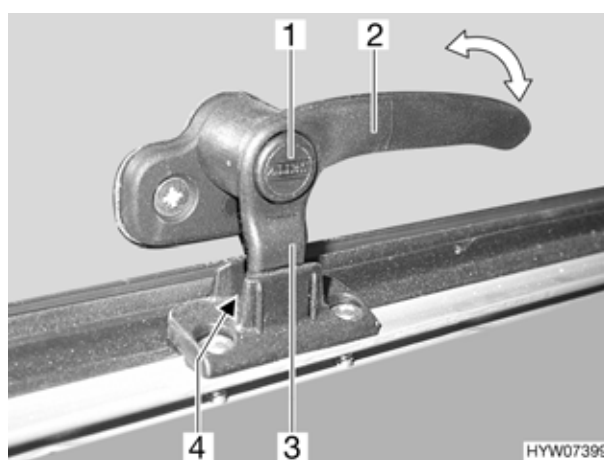

Fig. 48 Finestra apribile, maniglia in posizione di "aerazione continua" (variante 3)
- aerazione continua (Fig. 48)
- Premere il bottone di sicurezza (Fig. 48,1) e mantenerlo premuto.
- Posizionare la maniglia della finestra (Fig. 48,2) in verticale o ruotarla di un quarto di giro verso il centro della finestra.
- Ruotare nuovamente la maniglia. Riportare contemporaneamente il nasello di chiusura (Fig. 48,3) e la maniglia della finestra nella rientranza della chiusura della finestra (Fig. 48,4).